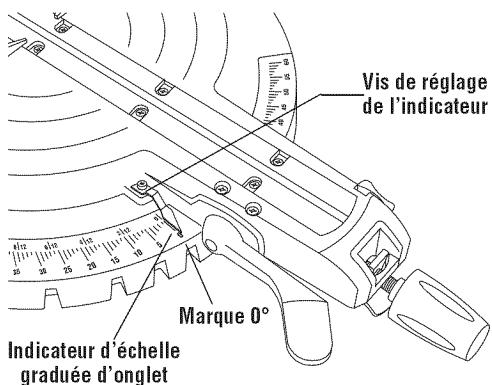

Figure 11. Réglage de l'échelle graduée d'onglet
- Desserrez la vis à empreinte cruciforme qui tient l'indicateur en place (Figure 11).